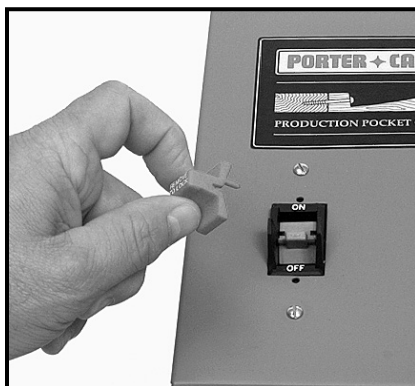

Fig. 17
2. Tire (jale) el botón del interruptor (vea la Fig. 17).